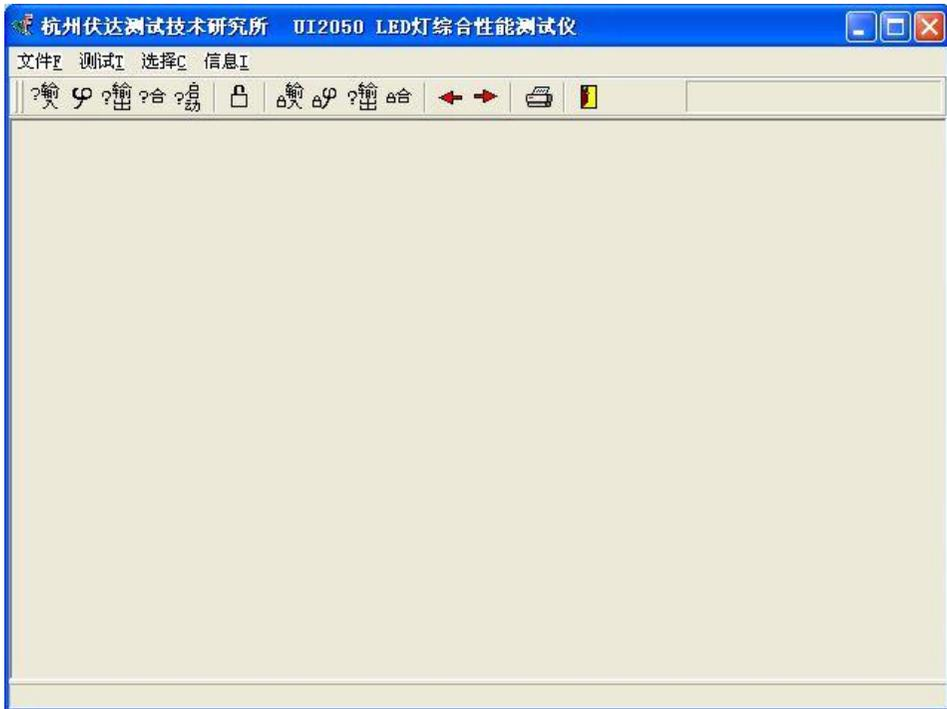

图 5-1 软件主界面
4. 鼠标双击 UI 2050 图标，软件开始运行。出现如图 5-1 “软件主”界面。